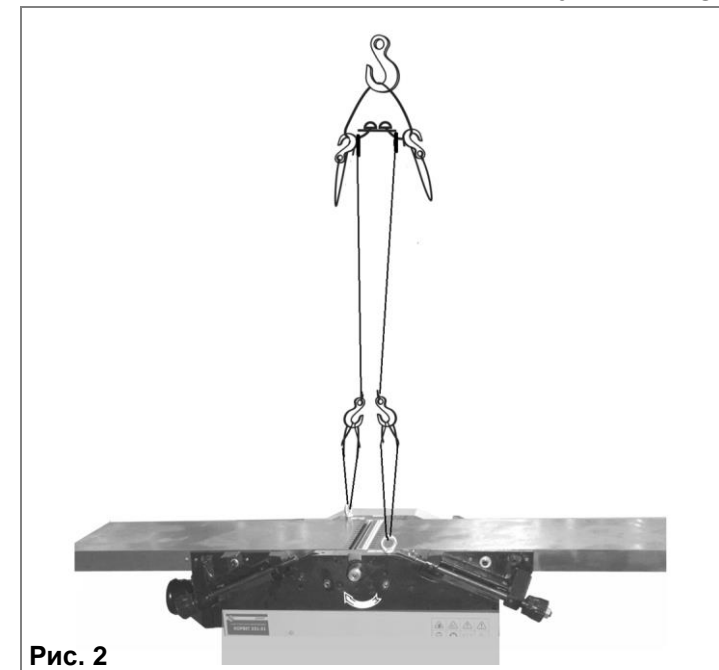

Рис. 2
6.7. Демонтируйте два рым-болта (М), Рис. 2.
7.1. Станок состоит из следующих сборочных единиц и деталей (Рис. 2, 3)